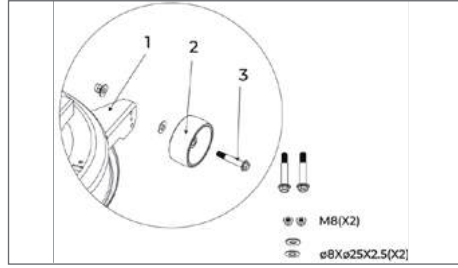

Рис. 12
6.11. Установка противоскользящих колёс (рис.12)
- Установите противоскользящие колёса (рис. 12, поз. 2) на корпус рамы (рис. 12, поз. 1) с помощью болта (рис. 12, поз. 3) и шайбы (ø8xø25x2.5), гайки (МВ). Прodelайте аналогичную операцию, с другой стороны.